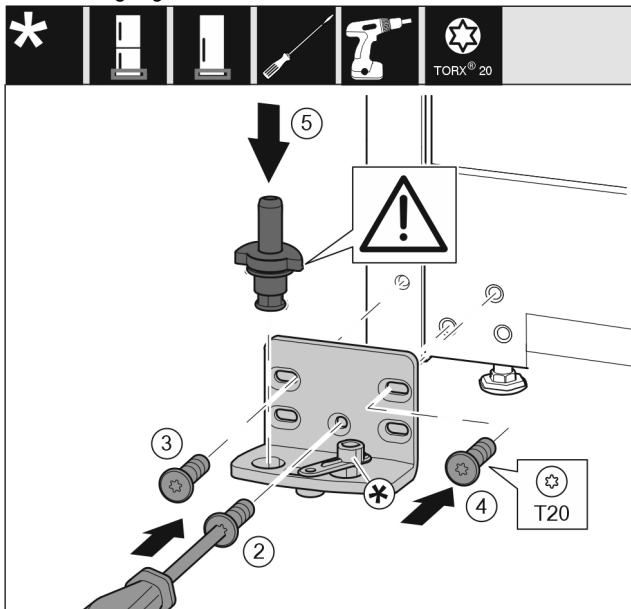

Fig. 46 *
- Lagerbock auf der anderen Seite ansetzen und mit Hilfe eines Schraubendrehers anschrauben. Mit der Schraube Fig. 46 (2) unten in der Mitte beginnen.*
- Schraube Fig. 46 (3) und Schraube Fig. 46 (4) festschrauben.*
- Lagerbolzen Fig. 46 (5) komplett einsetzen. Dabei darauf achten, dass der Rastnocken nach hinten zeigt.*